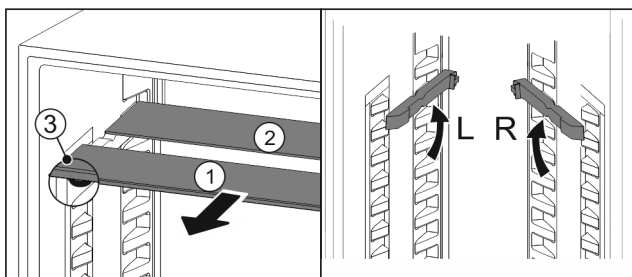

Fig. 163
- Tërhiqni një nga një pllakat e xhamit nga përpara Fig. 163 (1).
- Pllaka e xhamit Fig. 163 (1) me kornizën ndodhet përpara.
- Ndaluesit Fig. 163 (3) janë të drejtuar për poshtë. Pajisjet me dhomë ngrirjeje.*